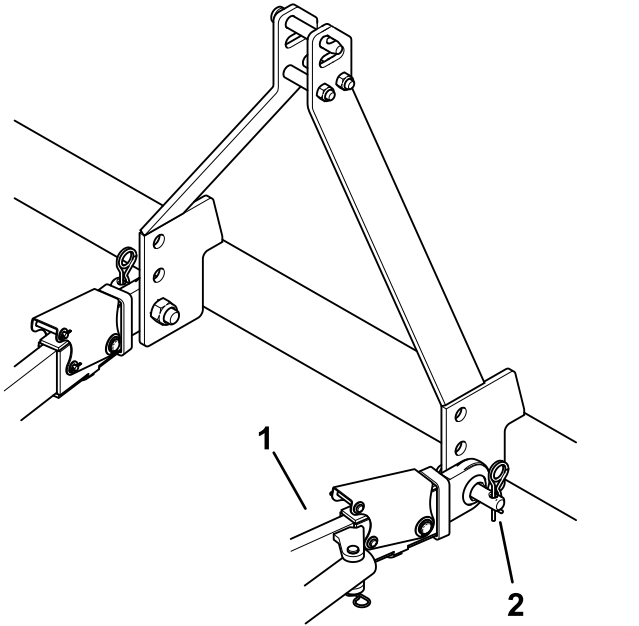

Figura 7
5. Coloque los brazos de enganche inferiores derecho e izquierdo sobre los pasadores de enganche (Figura 7).